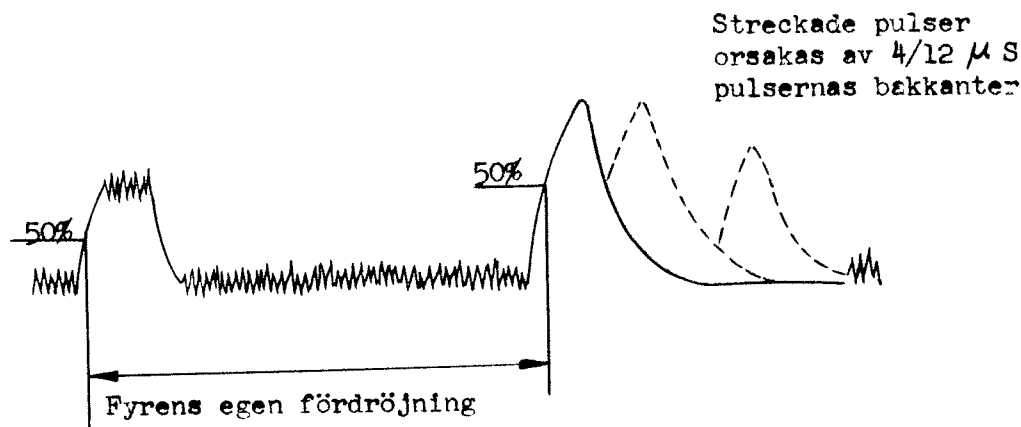

Bild 12
87. Öka signalgeneratorns utspänning så att full utstyrning erhålles av fyren. En figur enligt bild 12 erhålls då på oscilloskopet.